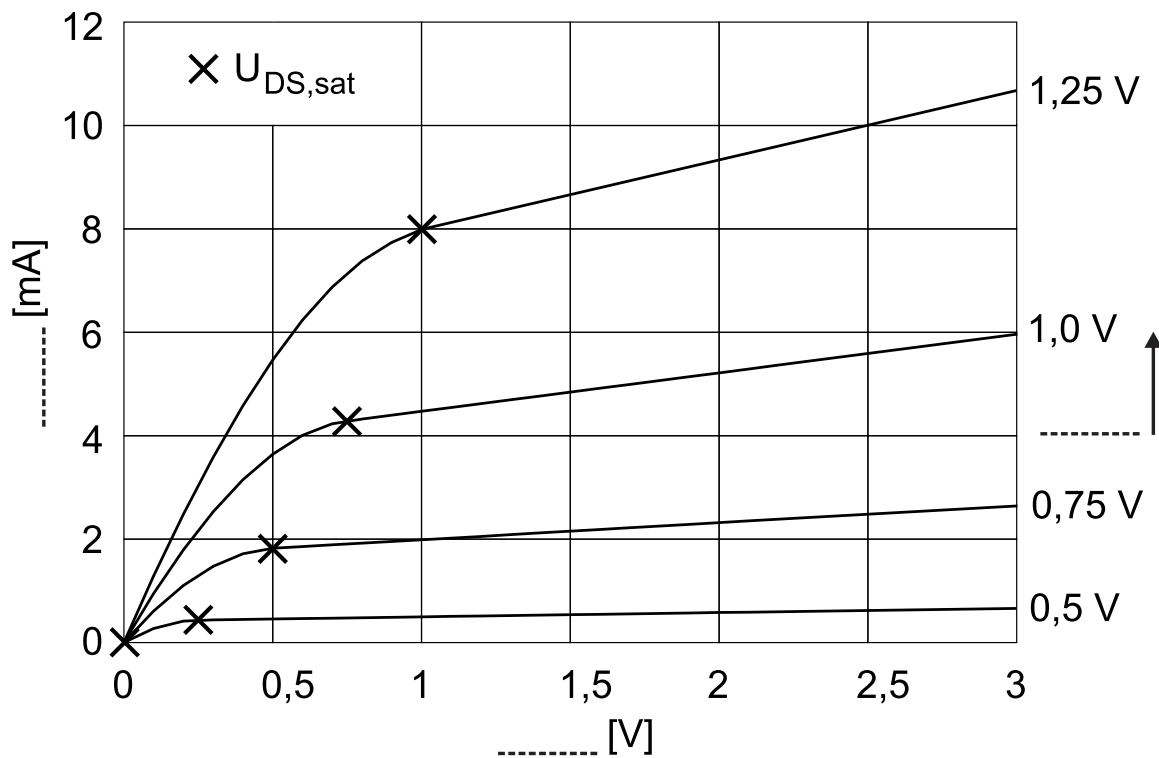

Abb. 4.1: Kennlinienfeld
4.1 Gegeben sei das Kennlinienfeld eines n-Kanal-MOSFET in Abb. 4.1.
- Bezeichnen Sie in Abb. 4.1 die Achsen und die Parametrisierungsgröße!
- Wie nennt man das Kennlinienfeld in Abb. 4.1?
- 4.2 a) Durch welchen Effekt kommt der Stromanstieg für $U_{DS} > U_{DS,sat}$ in Abb. 4.1 zustande? Erklären Sie den physikalischen Hintergrund!
- a) Konstruieren Sie die Arbeitsgerade in das Kennlinienfeld von Abb. 4.1 und kennzeichnen Sie den Arbeitspunkt bei $U_{DS} = 1 \text{ V}$!